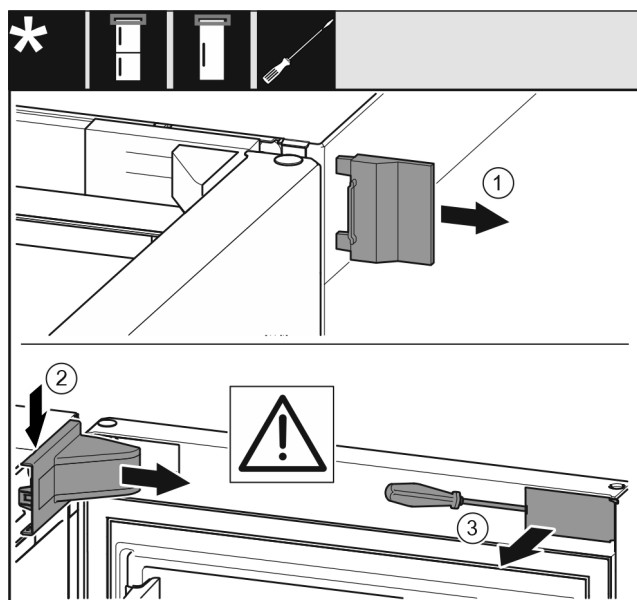

Fig. 5
- Detașați apărătoarea exterioară. Fig. 5 (1)
- Deblocați și desfaceți apărătoarea suporturilor de lagăr. Detașați apărătoarea suporturilor de lagăr. Fig. 5 (2)
- Deblocați masca cu șurubelnița plată și pivotați-o în lateral. Fig. 5 (3)